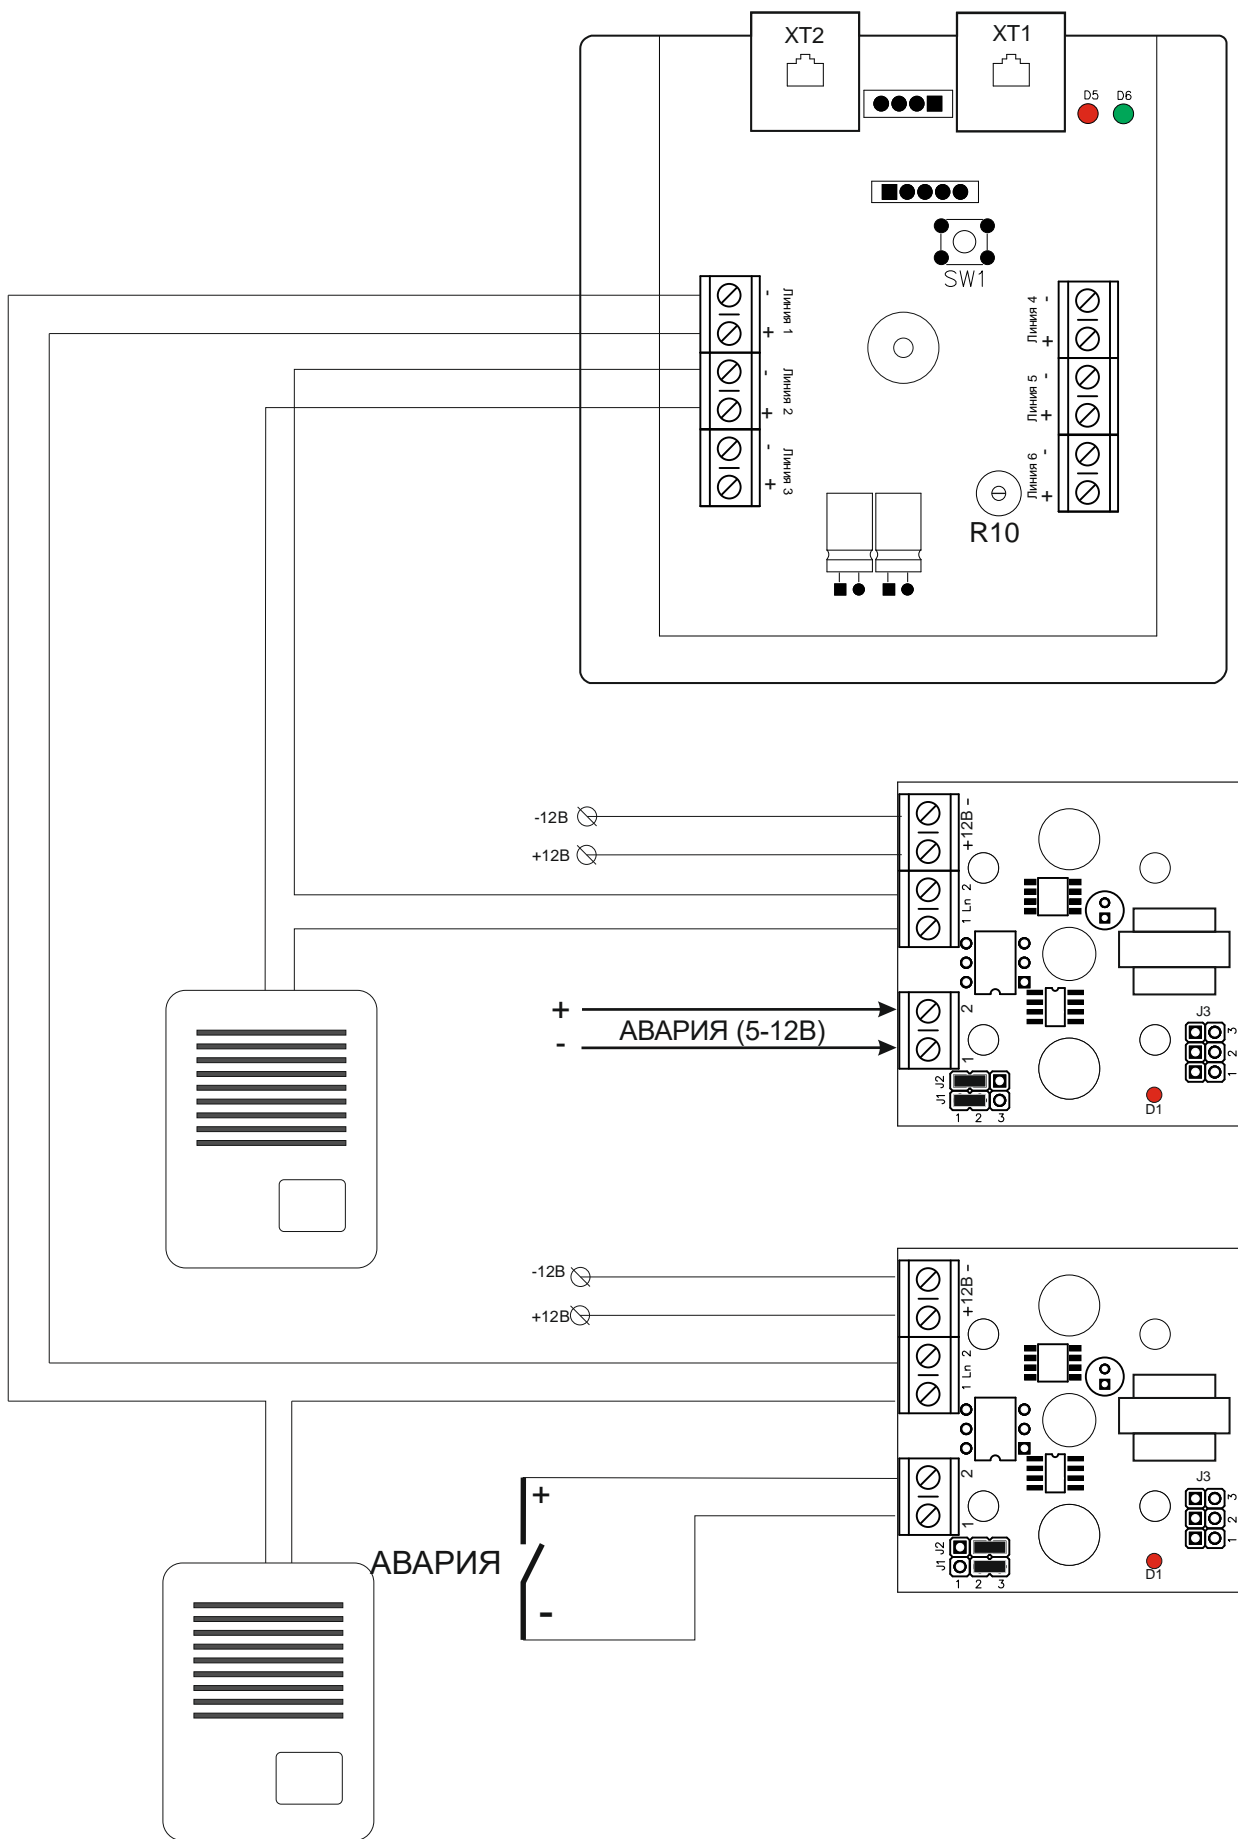

Рисунок 4. Схема соединений
3. Подключить провода питания (или от отдельного блока питания или от шкафа управления), линию связи и шлейф сигнала аварии согласно таблице 1 и схеме соединений, приведенной на рис.4.
Ln 2	Провод линии связи со стороны пульта громкой связи (см. рис.4)
1	Вход 2 от шлейфа сигнала аварии (см. рис.4)
2	Вход 1 от шлейфа сигнала аварии (см. рис.4)
3. Подключить провода от абонентских устройств к клеммам **Линия 1 – Линия 6** с соблюдением полярности (см. рис.4).
1. Подключить передатчик и приемник согласно схеме соединений, приведенной на рис.4.